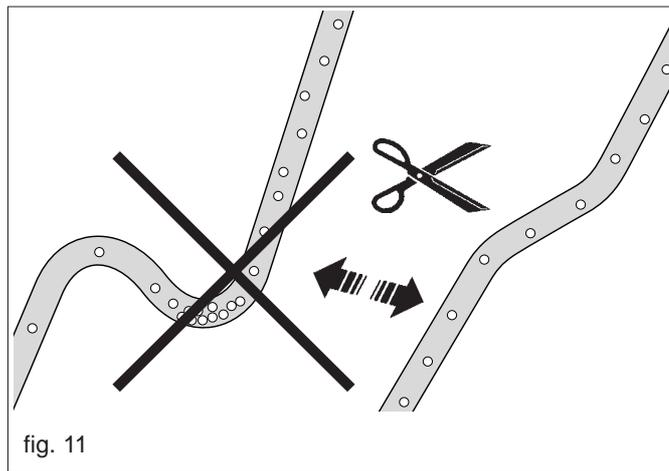

fig. 11
- 7) Die Länge der Gerät-treuschläuche kontrollieren: Bei der Arbeit muß vermieden werden, daß sich Krümmungen und Biegungen bilden, da diese zum Brechen der Schläuche führen können. Eventuell ist die Länge der Schläuche gemäß Abbildung 11 den Arbeitsbedingungen anzupassen.
Der Hersteller liefert ein biegesteifes Rohr mit \varnothing 100 mm zur Befestigung am Schlepper (A, Abb. 13). Beide Enden des Rohrs mit dem Kunststoffschlauch \varnothing 102 mm (B, Abb. 13) an die im Heck- bzw. Frontanbau befestigten Geräte anschließen. Darauf achten, daß sich keine Schlaufen bilden und der Schlauch nicht abknickt (Abb. 11).